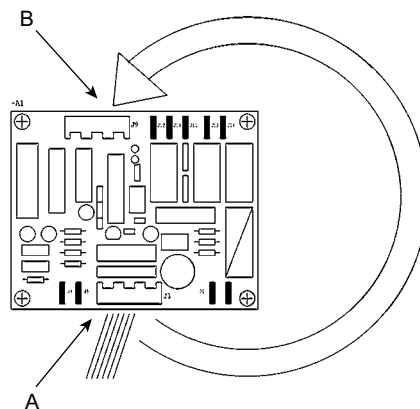

Рис. 132 Электронная печатная плата
2. переустановить соединитель управления из первоначальной позиции, см. рис. 132, поз. А, во временную аварийную позицию, см. рис. 132, поз. В;